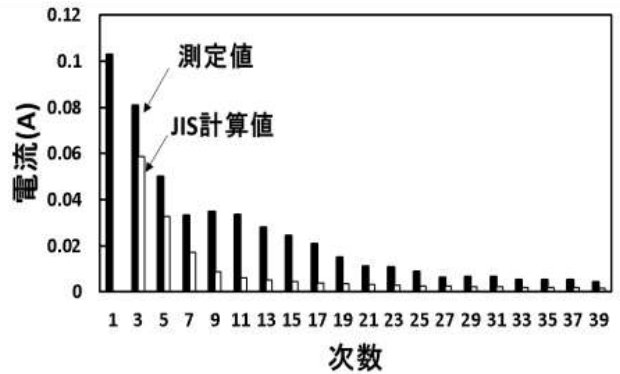

図2 電流スペクトル
調査研究実績の概要	<p>◆タブレット端末充電時の高調波電流モデルに関する研究</p> <p>近年普及が進んでいるタブレット端末では、一定時間連続した充電が必要となる。このとき、コンセントに接続する充電器には半導体電力変換回路が用いられており、内部回路のインピーダンス特性が非線形であることから、高調波電流を生じる。この発生状況を把握し、地域の電力系統や近隣で使用されている他の機器への影響をあらかじめ把握し、電気利用の環境を良好にするための対策を検討するには、充電時の電気的特性をシミュレーションできる解析モデルを獲得できることが重要である。ところが、タブレット端末充電時の内部回路や機器定数は一般には公開されておらず、解析モデルの構築は困難な状況にある。そこでタブレット端末充電時の高調波電流を模擬できる平均的な解析モデルについて以下の手順により検討した。</p> <p>(1) 充電中に電気的特性の測定を行い、図1に示す電圧・電流波形を得た。</p> <p>(2) 図1の電流波形から各次数に対する電流スペクトルを分析し、調波を抽出する。その結果を図2に示す。</p> <p>(3) 家電機器に関するJIS規格 (JIS C 61000-3-2) にある</p>
を算出する。図2に測定値ととも